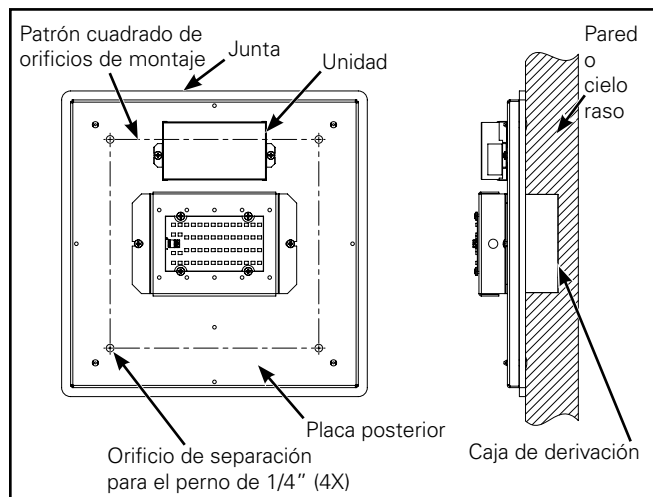

Figura 5. Instalación de la unidad plana
3. Centre la placa de montaje sobre el cielo raso plano y liso o la pared sobre la caja de conexiones. Use la placa de montaje como planilla para conocer la ubicación de colocación de las fijaciones. (Figura 5).